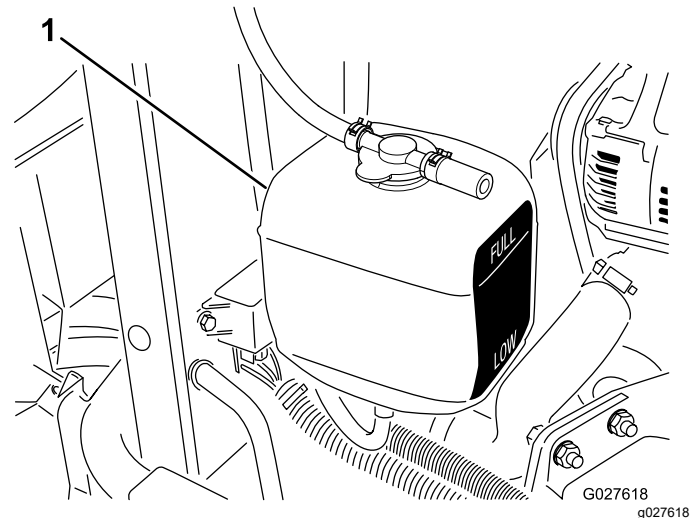

Figura 68
2. Controllate il livello del refrigerante nel serbatoio di espansione (Figura 68).